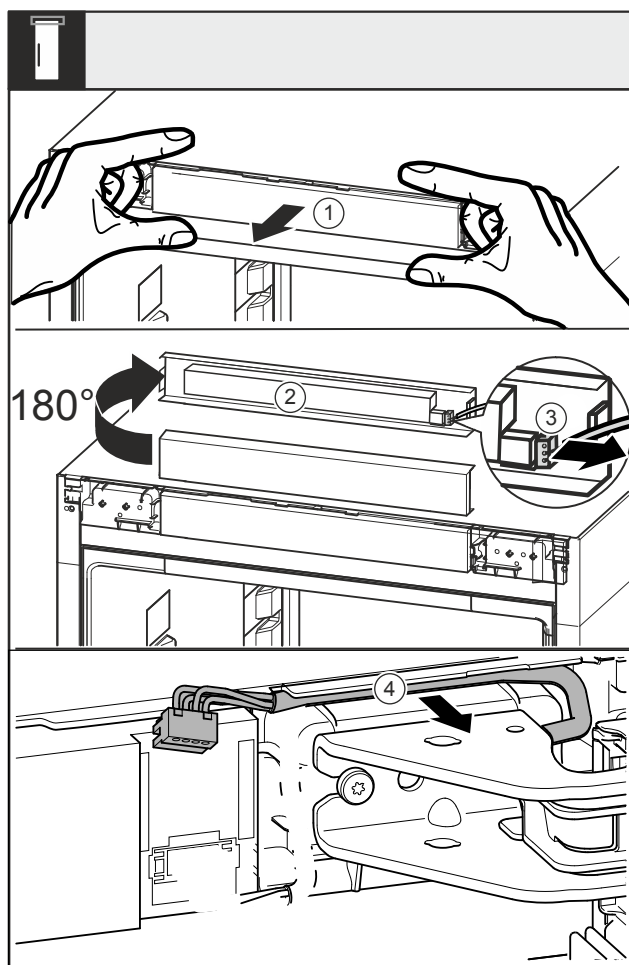

Fig. 16
- Afloje la tapa ciega Fig. 16 (1) hacia delante.
- Gire la tapa ciega Fig. 16 (2) hacia arriba 180°.
- Presione la lengüeta de retención en el conector macho Fig. 16 (3) hacia atrás y extraiga el conector macho con cuidado.
- Suelte el cable Fig. 16 (4) de la guía a través del soporte del cojinete.